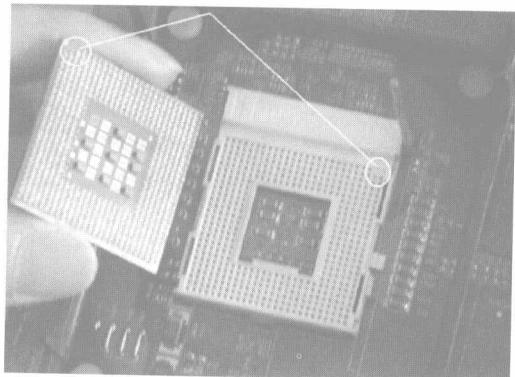

图 1.4 CPU 与插座
(2) 注意观察主板上 CPU 插槽,其中有个边角处没有针孔,该位置应对应 CPU 上缺针的位置,如图 1.4 所示。